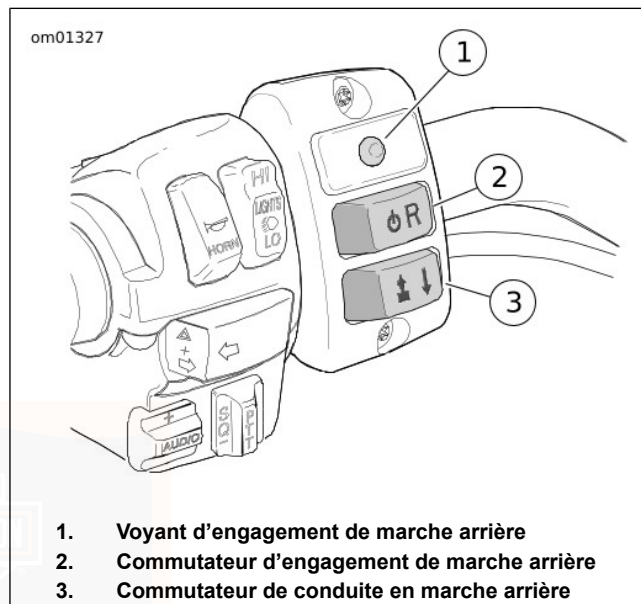

Figure 24. Commandes de marche arrière (modèle FLHT-CUTG illustré)
2. Voir Figure 24. Avec le véhicule démarré et au point mort, appuyer sur le commutateur d'engagement de marche arrière (2) dans le groupe de commandes de gauche. Le voyant d'engagement de marche arrière jaune (1) s'allume.
3. Appuyer sur le commutateur de conduite en marche arrière (3) et le maintenir enfoncé pour actionner le moteur électrique de marche arrière.